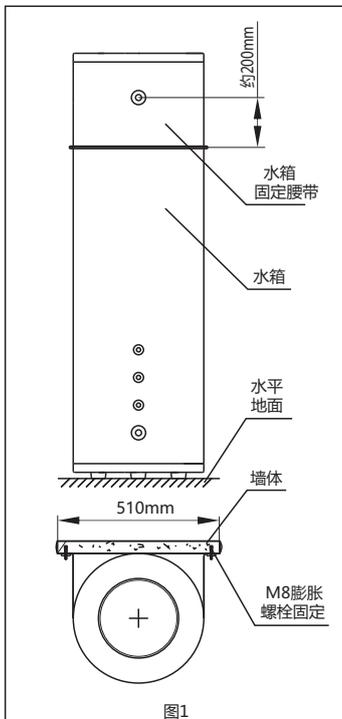
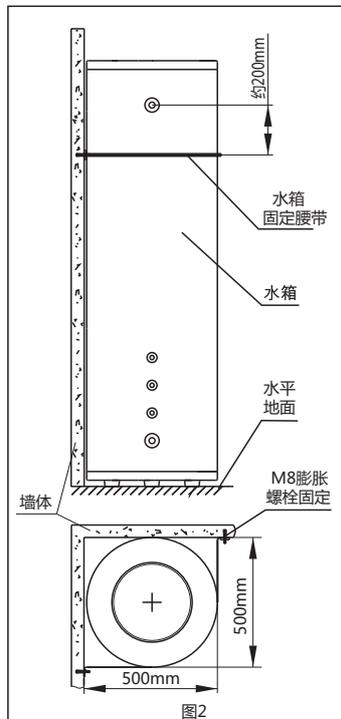

图1
图2
- 1、当水箱能够靠墙安装时请按图1或图2示意的方式固定水箱，膨胀螺栓的间距参考尺寸表一；
- 3、根据图1或者图2所示在墙体上安装好膨胀螺栓；